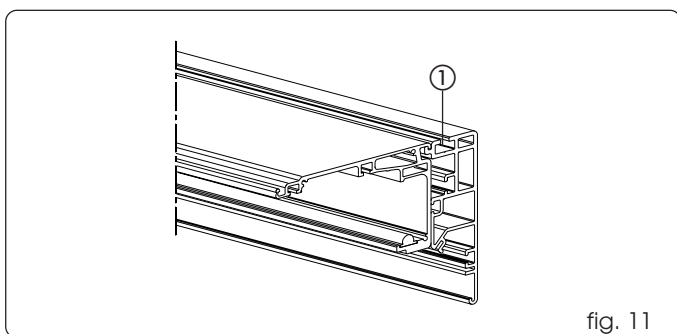

fig. 11
Afhankelijk van de lengte van de dwarsbalk kunnen er tussenliggende bevestigingspunten nodig zijn, waarbij dan gebruik gemaakt moet worden van de geleider die aangegeven wordt op fig. 11 ref. ①.